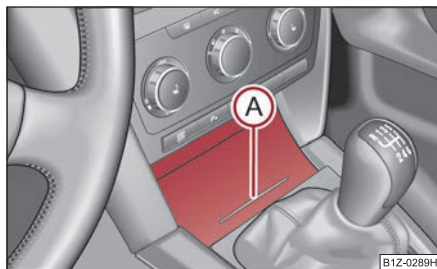

Fig. 120 Consola central, delante: Portaobjetos
- Presione la parte inferior de la tapa del compartimento portaobjetos en la zona (A) ⇒ fig. 120 - la tapa se abrirá.